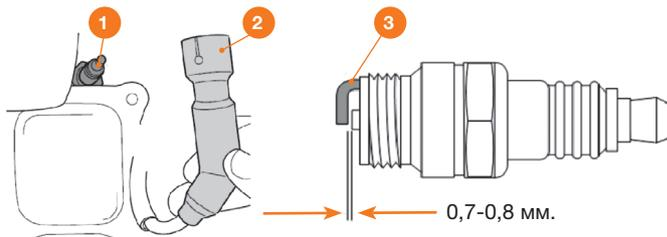

Рис. 30
- Снимите колпачок свечи зажигания ② (Рис. 30).
- Выверните свечу зажигания ① при помощи свечного ключа.
- Очистите свечу зажигания от нагара металлической щеткой, измерьте зазор между электродами при помощи плоского щупа. При необходимости откорректируйте зазор, осторожно подгибая боковой электрод ③. Зазор должен быть в пределах: 0,7-0,8 мм.